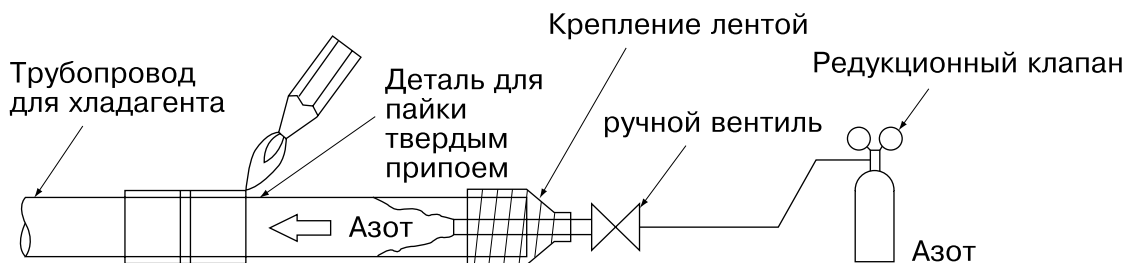

Рис. 12
- Если пайка выполняется одновременно с подачей в трубопровод азота, азот необходимо довести с помощью редукционного клапана до 0,02 МПа. **(См. Рис. 12)**